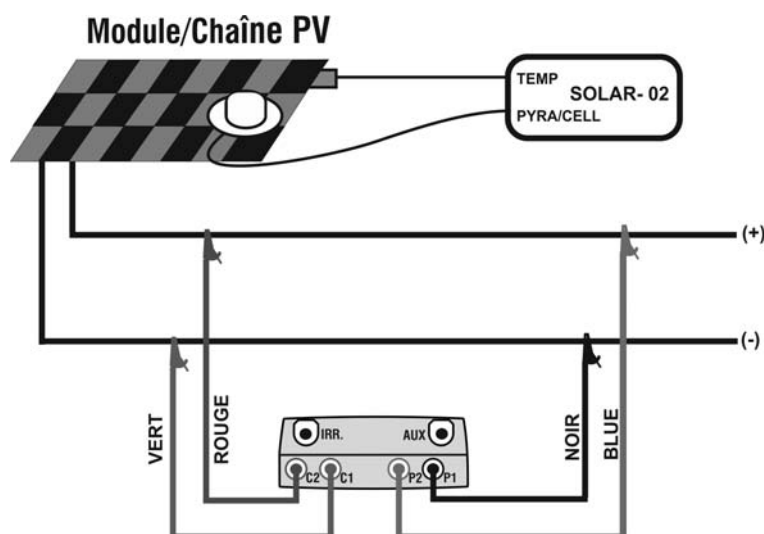

Fig. 9 : Connexion de l'instrument au module/chaîne PV
21. Connecter l'instrument au module/chaîne sous test comme il est montré dans la Fig. 9 ci-dessous. Relier notamment le pôle négatif de sortie du module/chaîne aux bornes P1, C1 et le pôle positif de sortie du module/chaîne aux bornes P2, C2. En mode d'activation «Auto» est recommandé l'aide de l'accessoire optionnel KITKELVIN